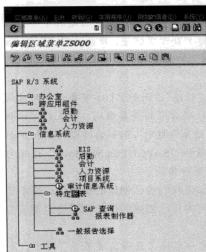

图 14-19 “编辑区域菜单”界面
STEP 2 选择具体的菜单对象，然后单击“☒”按钮，进入“编辑区域菜单”界面，如图 14-19 所示。